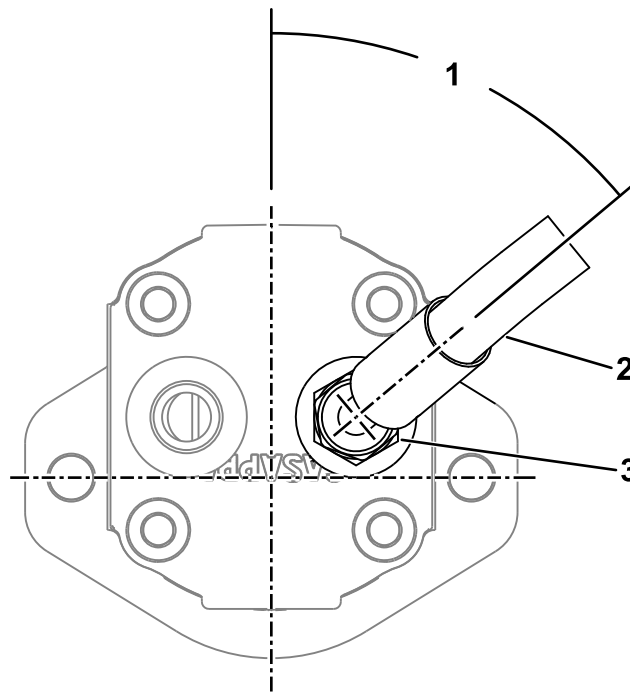
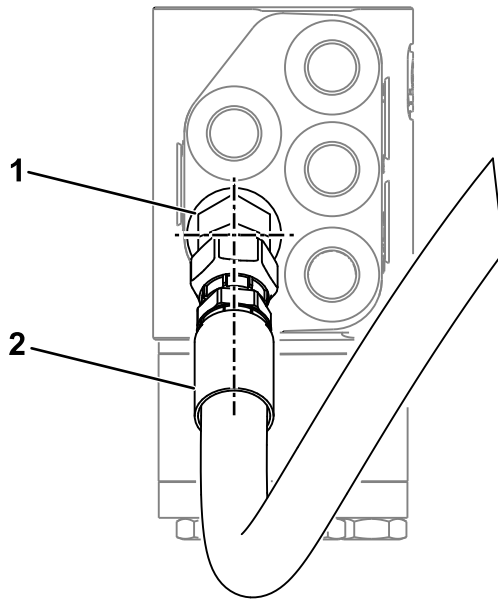

Figure 11
Figure 12
2. Branchez le raccord hydraulique à 45° sur le nouveau raccord droit et orientez-le à 50°, comme montré à la Figure 11.
4. Branchez le raccord droit du flexible hydraulique sur le nouveau raccord à 45°, comme montré à la Figure 12.
6. Veillez à aligner le flexible et les raccords comme montré à la Figure 11 et la Figure 12, et à ne pas vriller le flexible en suivant les conduites hydrauliques existantes.